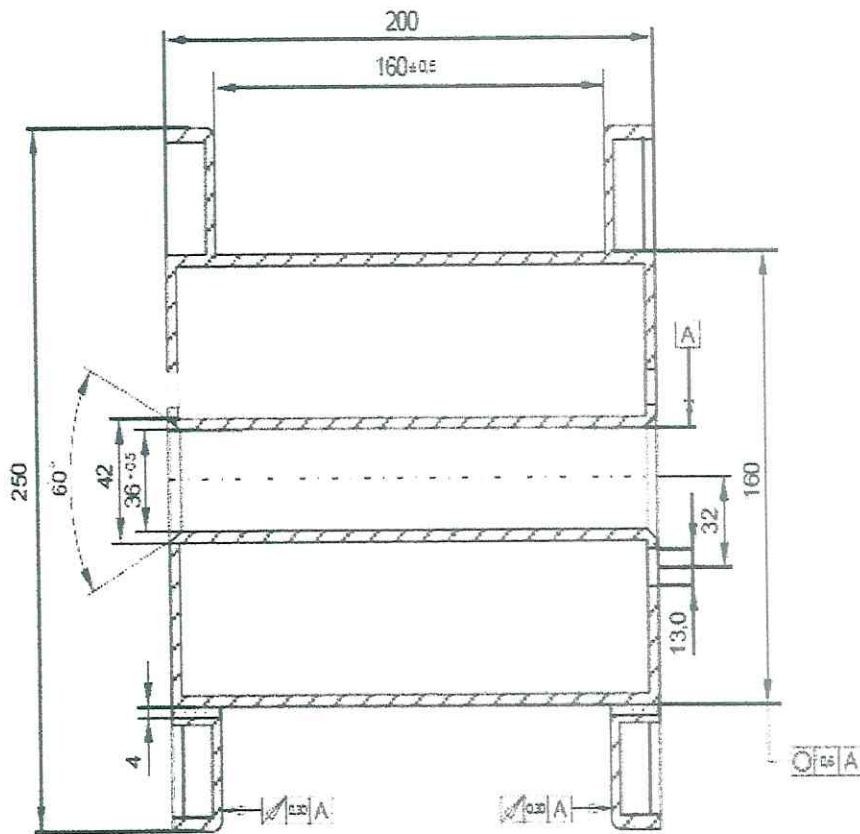

Рисунок 5- Катушка D250
4.1. Катушка D250 с массой наматываемой проволоки до 22кг. Размеры катушки Рисунок 5.